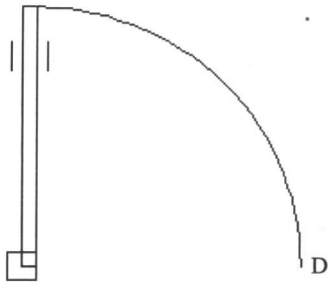
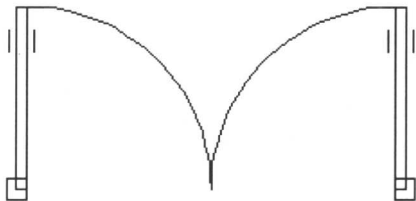

图 3-3 绘制圆弧
图 3-4 镜像图形 1
Step 4 运行菜单命令【绘图】|【圆弧】|【起点、圆心、角度】，绘制一个圆弧，结果如图 3-3 所示。提示信息如下：
Step 5 运行菜单命令【修改】|【镜像】，将图 3-3 所示的图形向右进行镜像，结果如图 3-4 所示。